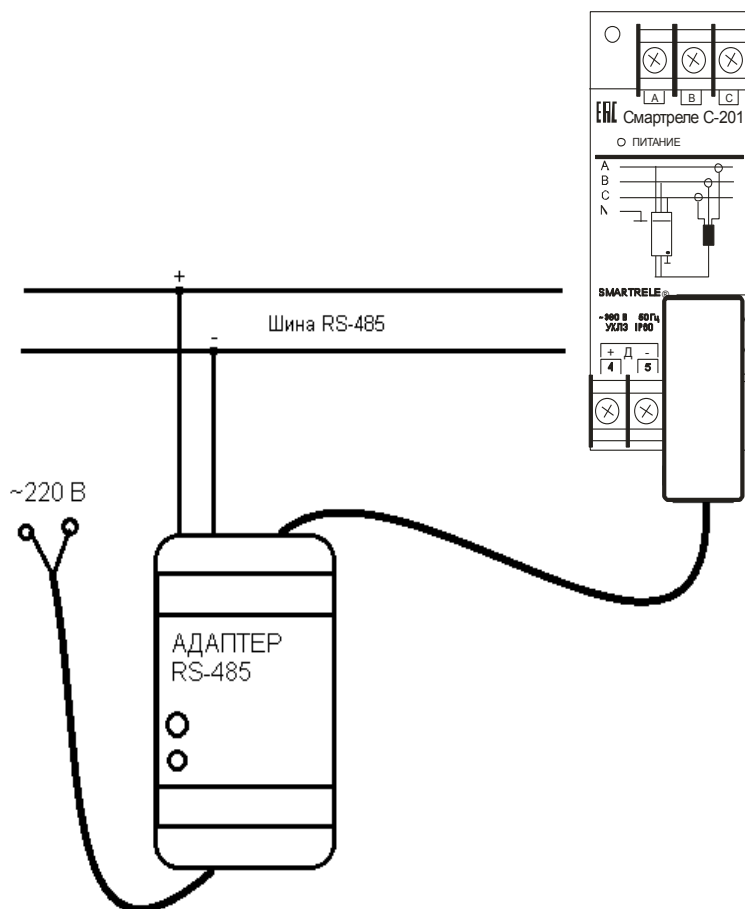

Рисунок 9 – подключение адаптера RS-485
4.10 Соединение устройства с ПК может быть выполнено посредством аппаратных средств интерфейса RS-485 (рис. 9).